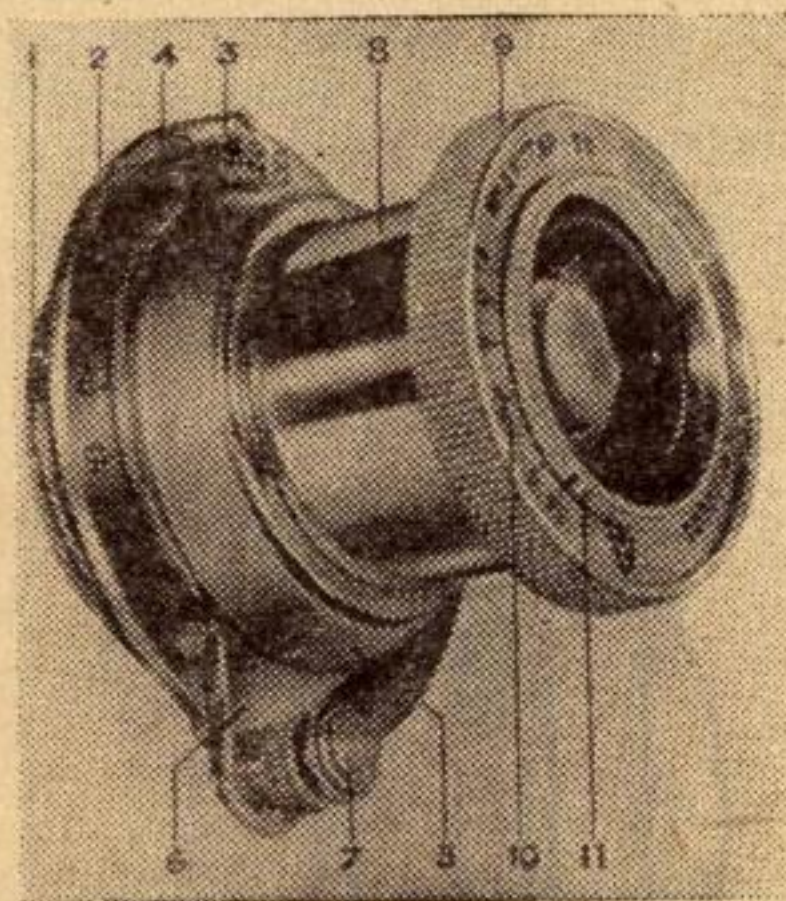

Рис. 2.
4. Конструкция объектива (рис. 2)